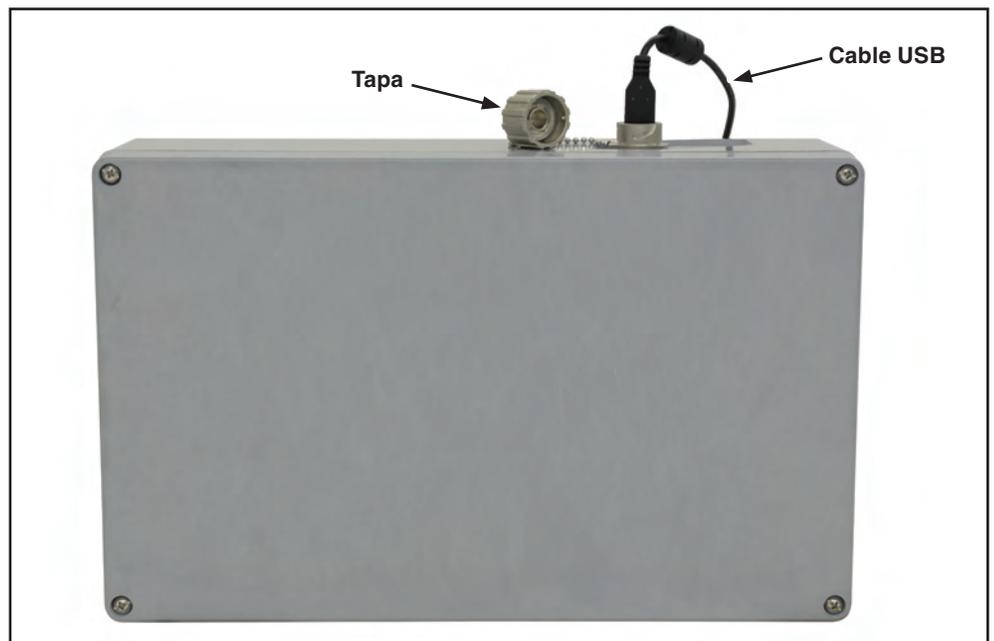

Figura 11. Retire la tapa del puerto de datos y enchufe el cable USB en el control. Enchufe la terminal opuesta del cable a la PC.
- PASO 2.** Retire la tapa del puerto de datos USB. Enchufe la terminal macho tipo A del cable USB no mayor a tres metros, en el puerto USB del costado del control de sobrecorriente. Vea la Figura 11. Este cable debe tener un conductor con tamaño mínimo de 24AWG. Enchufe la terminal opuesta del cable USB al puerto USB de la PC. El sistema operativo de Windows detectará el control de sobrecorriente como un dispositivo USB.